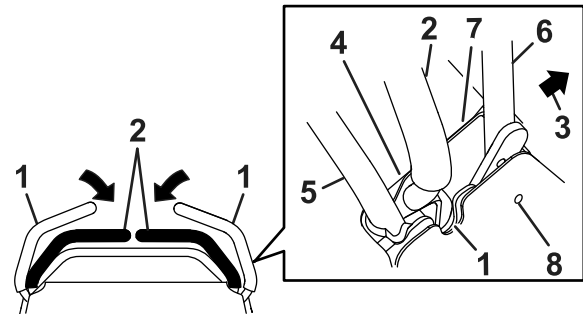

Figure 10
Lorsque les leviers de commande de déplacement sont écartés à fond vers l'extérieur, la transmission est en position de désengagement de la PDF (Figure 10).
1. Insérez une clé Allen de 7/32 pouce dans le trou sur le côté du panneau de la tour de commande. Placez une clé de 9/16 pouce sur l'écrou correspondant situé sous la tour de commande. Desserrez le boulon et répétez la procédure de l'autre côté de la barre de référence avant (Figure 10).